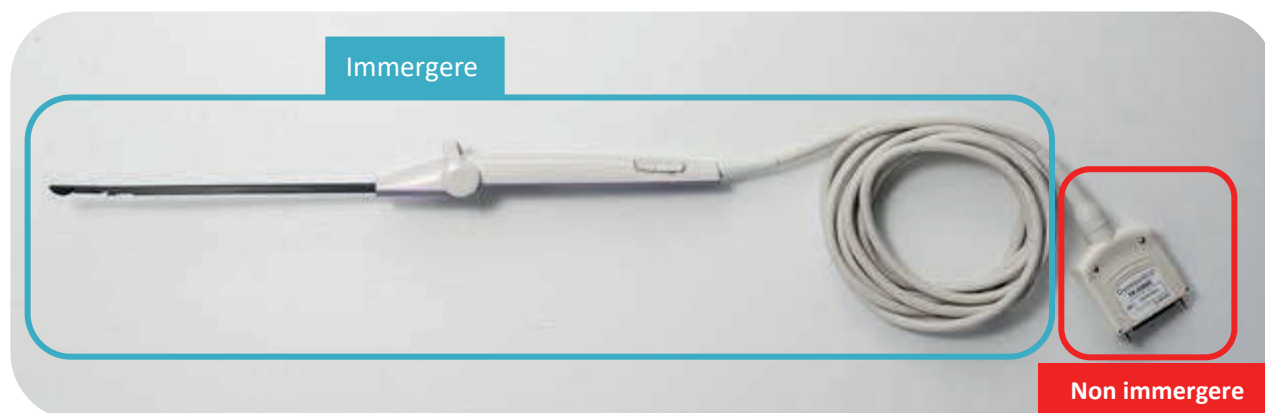

Figura 4-1. Aree della sonda IUUS da immergere
<p>LIMITE DI IMMERSIONE Accertarsi di immergere la sonda IUUS e il cavo sino al connettore come mostra il riquadro rosso nella Figura 4-1. Il connettore non deve bagnarsi.</p>
1. NON immergere il connettore della sonda IUUS (vedere la Figura 4-1).